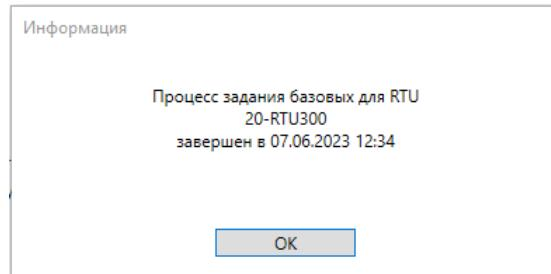

Рисунок 7-20. Завершения процесс задания базовых рефлектоограмм для модуля (RTU)
- По завершении процесса появится окно Рисунок 7-20 и модуль перейдет в режим мониторинга если предварительно была выбрана опция «Запустить мониторинг по завершении»